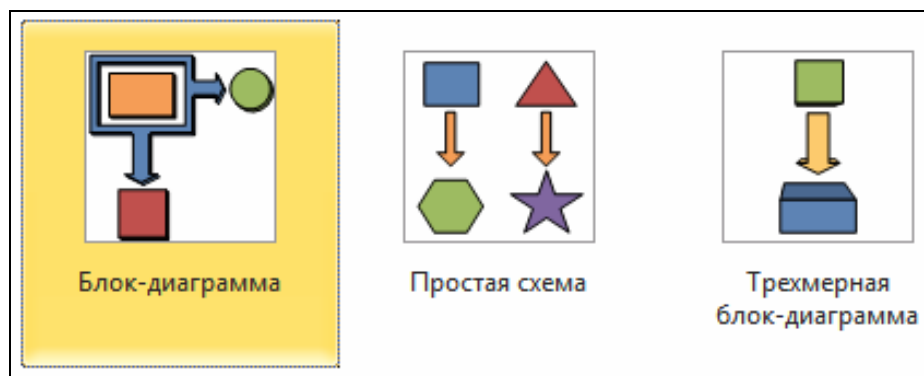

Рис. 1.5. Категорія шаблонів *Общие*
- *Общие* – шаблони з основними графічними примітивами, що використовують при створенні призначених для користувача рисунків (рис. 1.5);